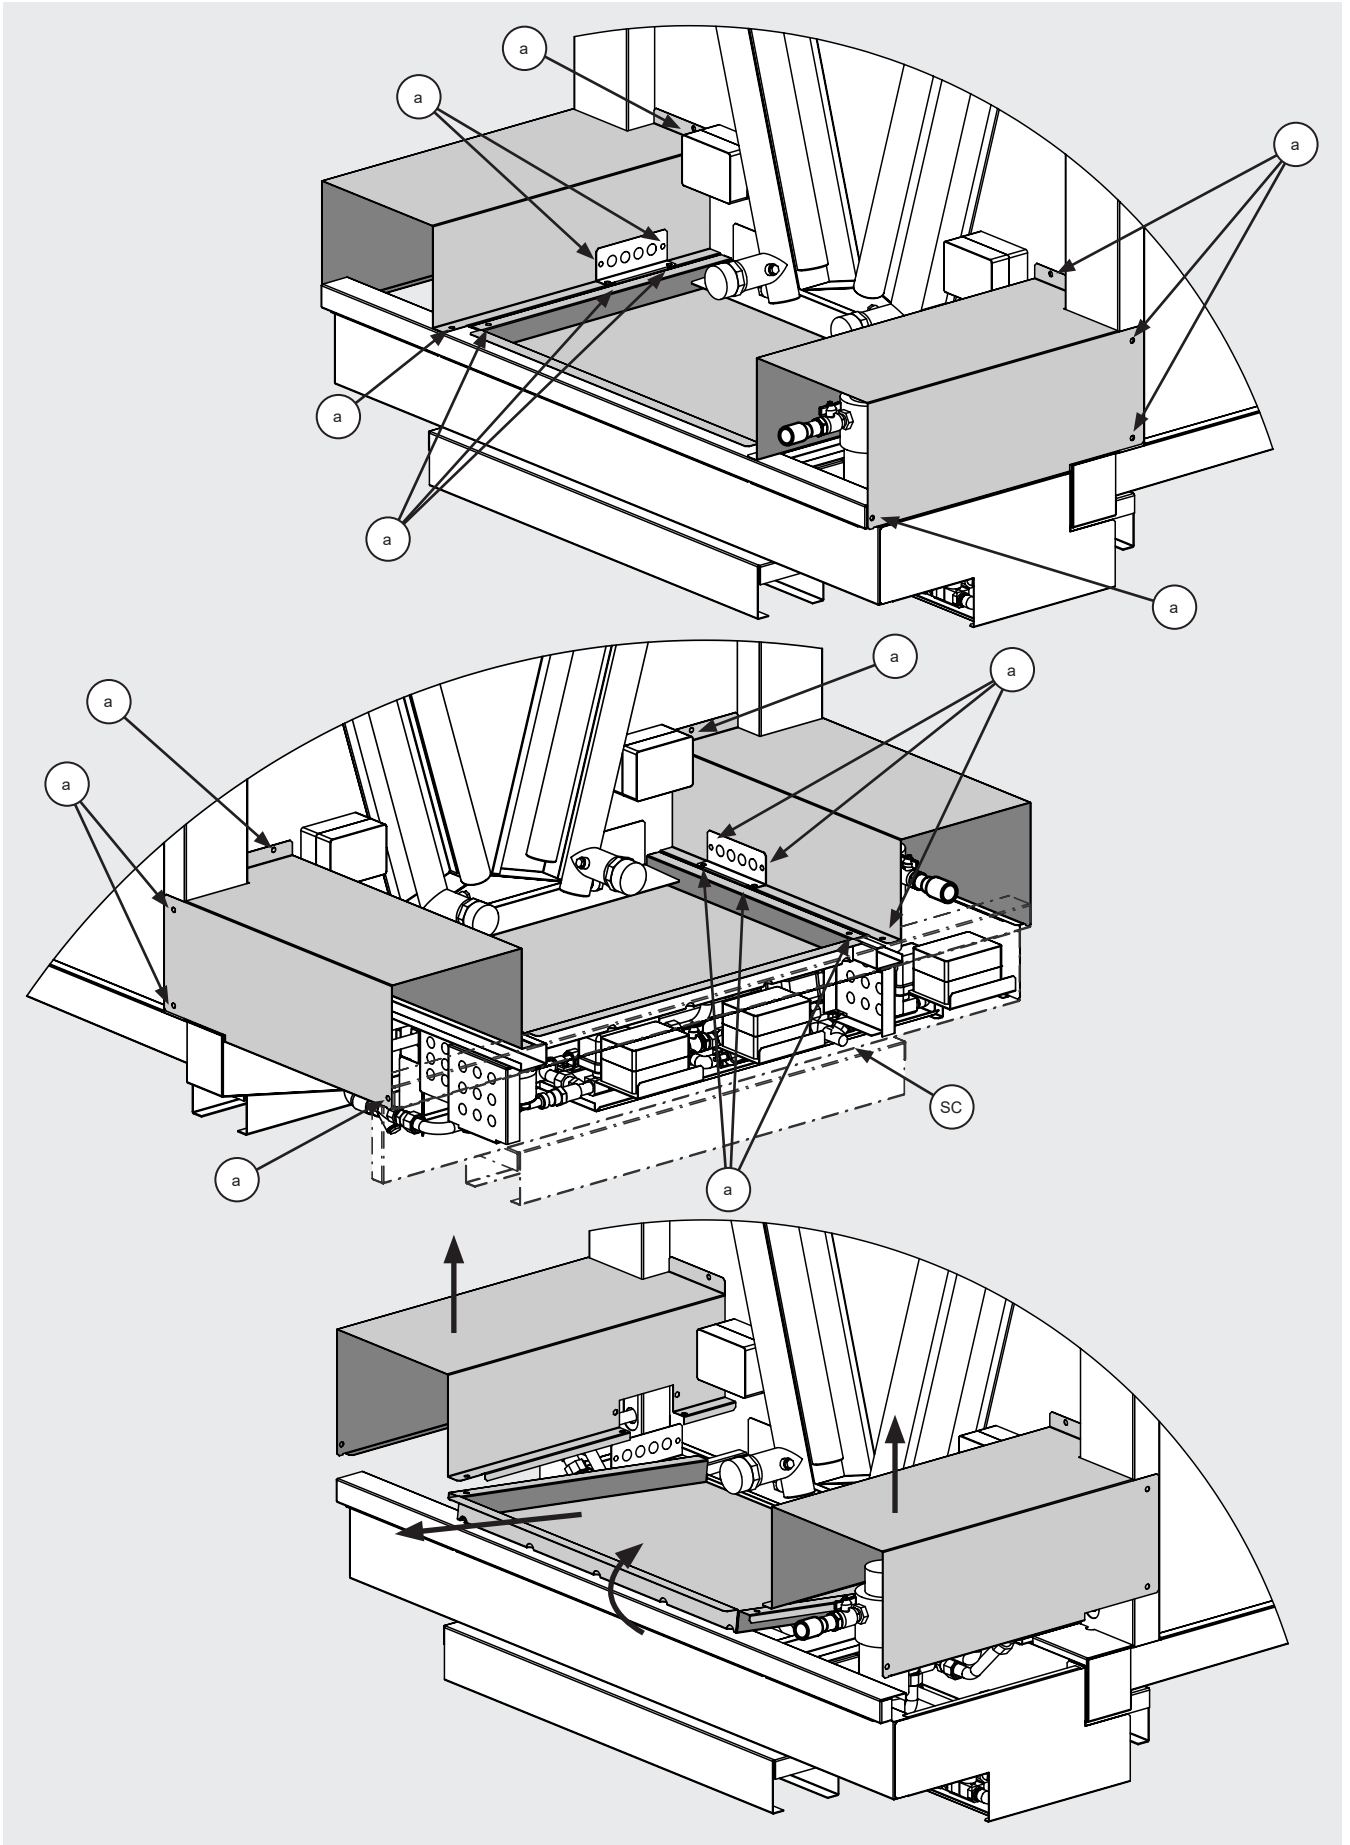

Figure 23
- 12.11.4 Attendre la fin de la vidange du circuit adiabatique. Dès que le modèle est arrêté, toutes les électrovannes normalement ouvertes (voir point 2.9) s'ouvrent et le circuit se vide par le raccord (SC), voir Figure 23.
- 12.11.5 Se placer à l'avant du modèle et dévisser les vis (a) fixant les 3 couvercles protégeant le circuit adiabatique externe, voir Figure 23.
- 12.12.7 Attendez que la vidange du circuit adiabatique soit terminée. Dès que le modèle est arrêté, toutes les électrovannes normalement ouvertes (voir point 2.9) s'ouvrent et le circuit se vide par le raccord (SC), voir Figure 23.
normalement ouvertes (voir point 2.9) s'ouvrent et le circuit se vide par le raccord (SC), voir la Figure 23.
- 12.18.5 Dès que le modèle est arrêté, toutes les électrovannes normalement ouvertes (voir point 2.9) s'ouvrent et le circuit est partiellement déchargé par la connexion (SC), voir la Figure 23.